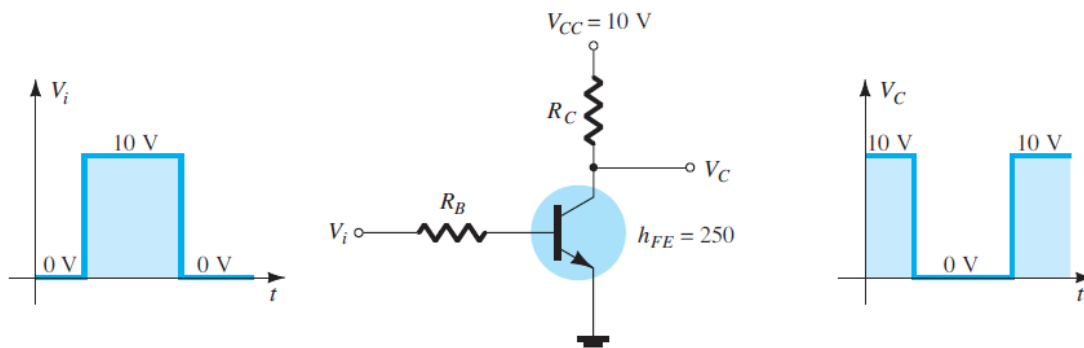

Figura 1 - Circuito a ser implementado para a porta lógica NOT
- Determine teoricamente  $R_B$  e  $R_C$  para o transistor inversor da Figura 1 se  $I_{C_{sat}} = 10mA$ . Nesse caso,  $\beta = h_{FE} = 250$ .